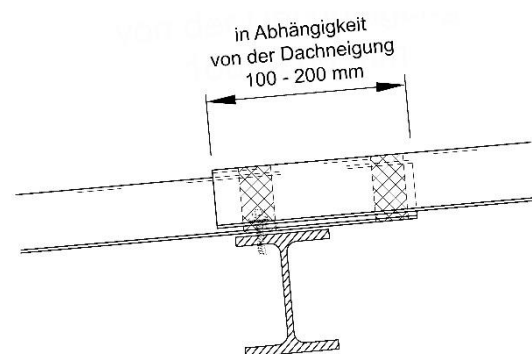

Bild 4: Querstoßüberdeckung
- Querstoßüberdeckung (Bild 4): Unterlegen mit Dichtbändern zur Verhinderung von Wassereintrag und Unterbrechung des Kapillarspaltes.